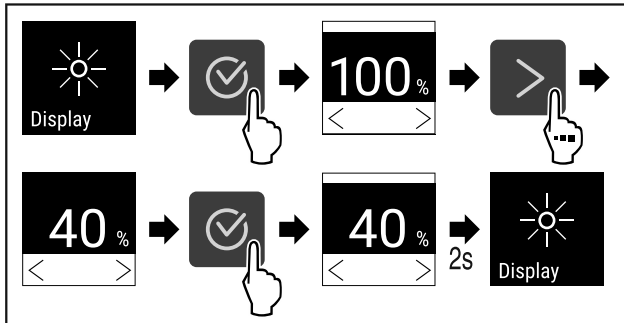

Fig. 81
- ▶ Hajtsa végre a művelet lépéseit (lásd Fig. 81) .